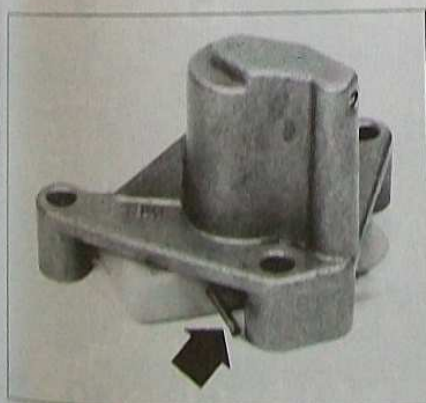

FIG. 38
- bloquer le tendeur de chaîne avec une pince de Ø 2 mm (Fig. 38) (photo du tendeur déposé pour plus de clarté).